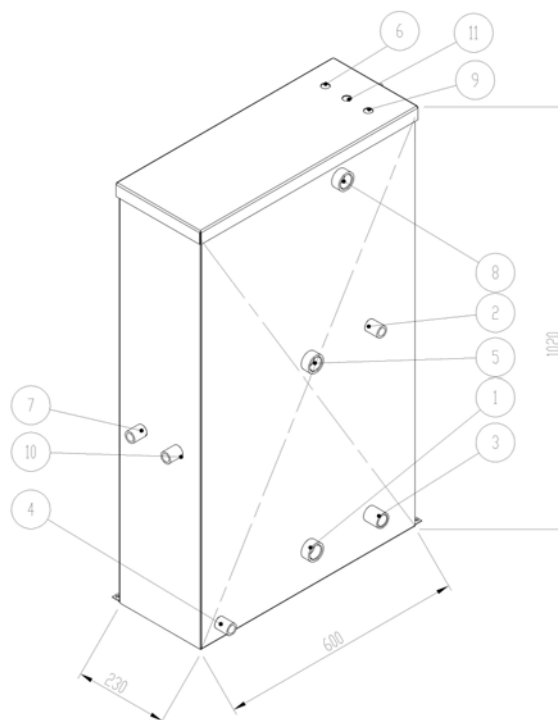

Рис. 9
3.1.2 БАК ХРАНЕНИЯ КОНДЕНСАТА (Рис. 9)
- 7) Открыть сливной вентиль котла и проверить по индикатору уровня, когда срабатывает датчик включения насоса (поз.7 Рис. 9);
- 8) Установить переключатель насоса в положение «0», оставив открытым сливной вентиль, и проверить уровень срабатывания предохранительных датчиков (поз.8 и 9 Рис. 9) с учетом данных таблички минимального уровня;